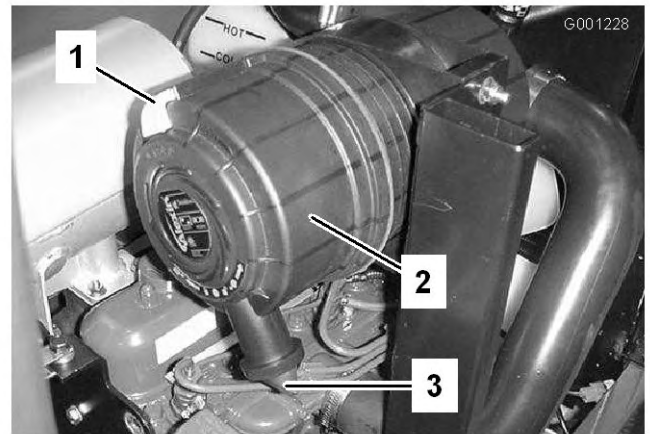

図 46
1. ラッチを引いて外し、カバーを左にひねってボディーからはずす(図 46)。
2. ボディーからカバーを外す(図 46)。
8. 出口バルブが下向き（後ろから見たとき、時計の5:00と7:00の間になるように）カバーを取り付ける（図 46）。